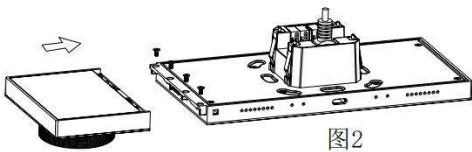
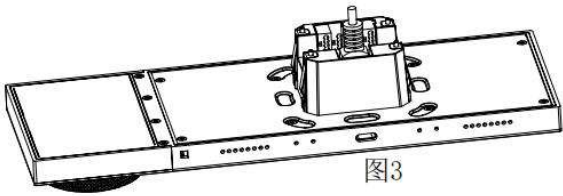

图2
图3
- 2.Assemble the 6PIN terminal of the S7 Extension Sub Panel with the connector block of the KNX Smart Touch S7 and fixed it with screws. As shown in Fig.2; S7 Extension Sub Panel and KNX Smart Touch S7 installations complete. As shown in Fig.3;
3.将 S7 旋钮子面板的 6PIN 端子与 KNX 智能屏 S7 的连接座进行组装，并用之前卸下来的 4 个螺丝进行固定。如图 2 所示；S7 四键子面板与 KNX 中控屏 S7 安装完成。如图 3 所示；